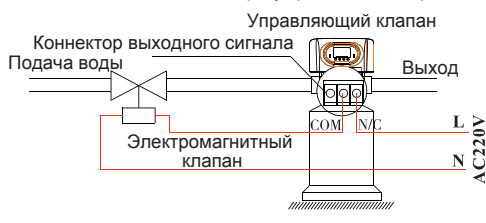
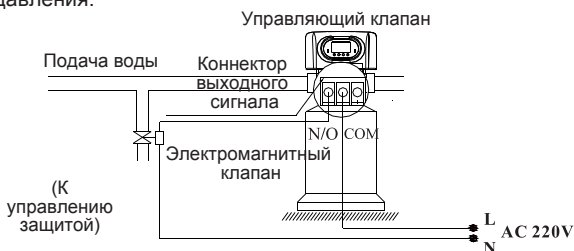

Рис. 3-2 Цепь управления электромагнитным клапаном на входе
Рис. 3-3
- Инструкция: Если давление на входе может превышать 0,6 МПа, на входе в систему следует поставить электромагнитный клапан. Комплектация b-02. Давление сбрасывается на время переключения клапана (см. схему соединений на Рис. 3-2). Как видно из Рис. 3-3, можно также использовать порт управления сбросом давления.